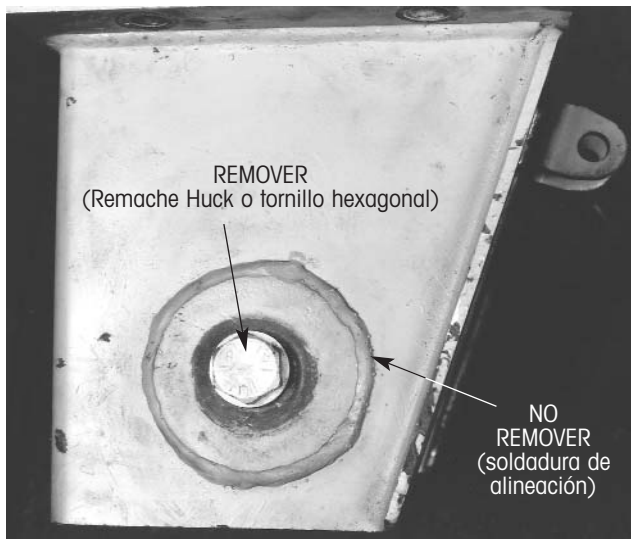

Figura 6. Conexión pivote de rondana soldable
**IMPORTANTE:** NO remueva la soldadura de alineación (figura 6). En la conexión pivote de rondana soldable, el buje puede ser reemplazado sin afectar la alineación del eje.